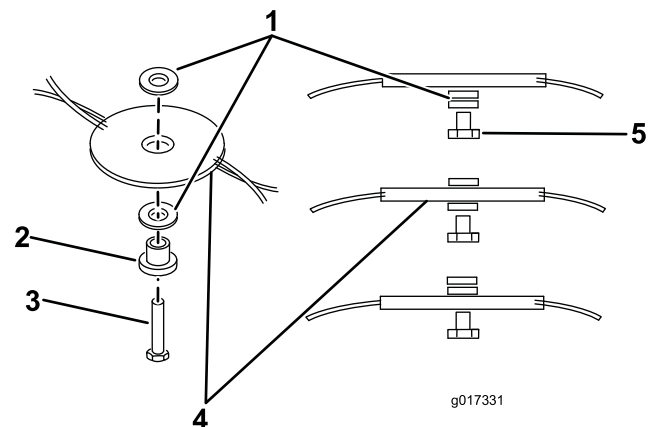
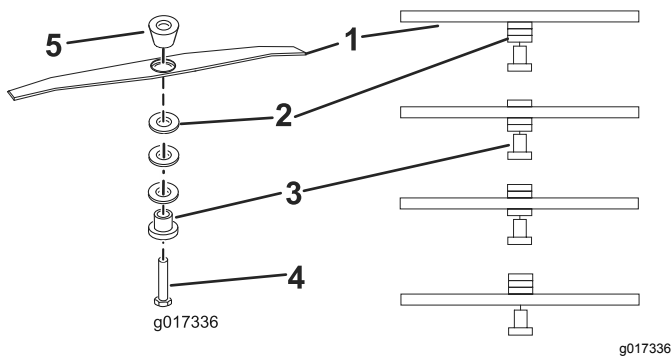

Figura 12
Figura 13
6. Riposizionate i distanziali all'altezza prevista e reinstallate il flexiblade/la barra di taglio (Figura 13, Figura 12).